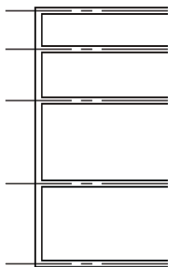

图 7-27 欲增加立柱编号的图形
(10) 在“编辑属性”对话框中单击 **确定** 按钮退出。
(11) 在屏幕上绘制类似于图 7-27 所示的图形。绘制方法：先绘制中心线，再复制成 5 条，再绘制双线，编辑成图 7-27 所示结果。
(14) 在图 7-27 所示的图形的最下面水平点划线的左侧，采用端点捕捉方式点取其端点，出现以下提示：